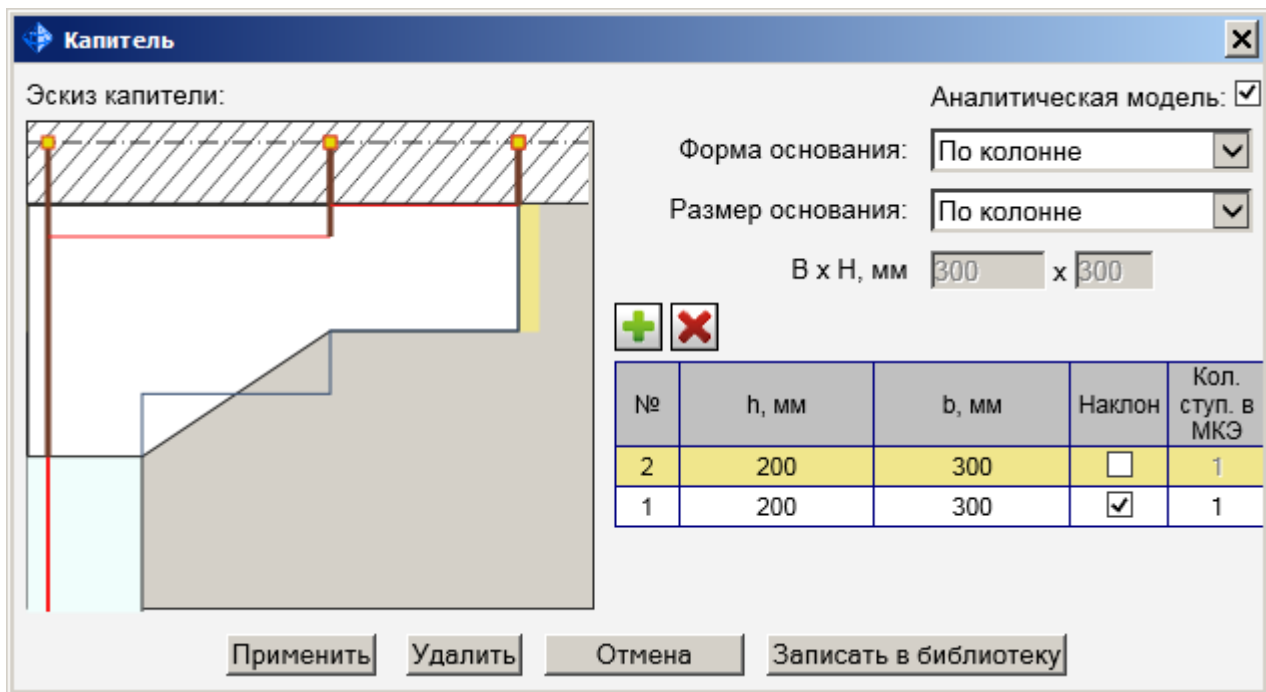

Рис.23.7. Диалоговое окно **Капитель**
- Вызовите диалоговое окно **Капитель** (рис.23.7) щелчком по кнопке  в строке свойств инструмента Колонна.